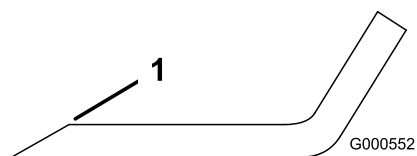

Figura 90
1. Affilate i taglienti da entrambe le estremità della lama con una lima (Figura 90).